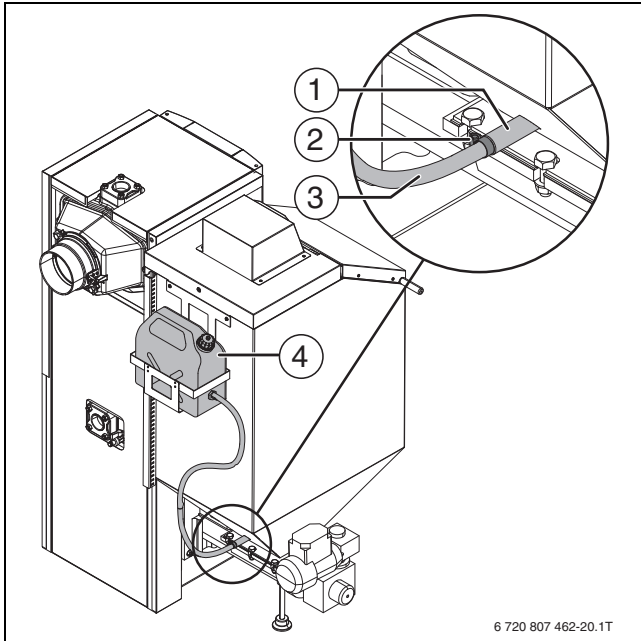

Рис. 28 Система пожаротушения (вид сзади)
- ▶ Закрепите шланг хомутом на термопредохранителе (→ рис. 28, [1]).